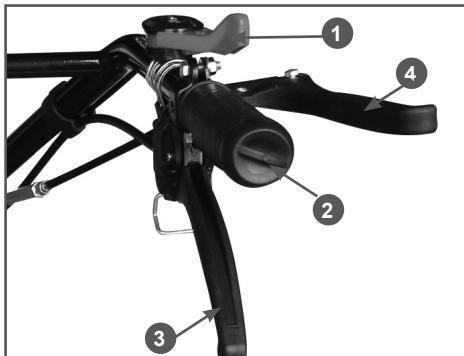

Рис. 13 Правая рабочая рукоятка
Рычагом газа 1 (Рис. 13) регулируйте скорость движения мотоблока
- Исходное положение рычаг переключения передач в нейтральном положении (0).
- Нажмите на рычаг реверса 3 (Рис.13).